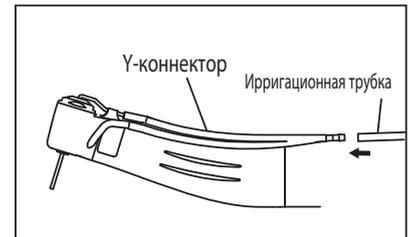

Рис. 8
- 1) Подсоедините концы Y-коннектора к внешнему и внутреннему соплу в соответствии с тем, как указано в пунктах (1) и (2).
- 2) Подсоедините надежно трубку охлаждения к Y-коннектору. (Рис. 8)